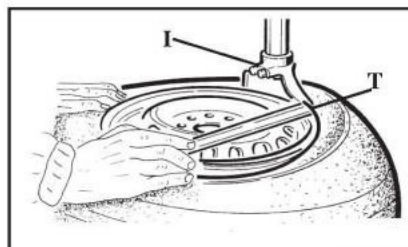

Рис.10
- Опускайте штангу (M) пока демонтажная головка не приблизится к закраине обода. Зафиксируйте это положение с помощью ручки блокировки (K). При этом штанга блокируется в фиксированном положении, а демонтажная головка приподнимается автоматически на 2 мм от закраины обода.
- С помощью монтировки (Т), которую необходимо вставить через передний конец демонтажной головки (I) и под верхний борт шины. Установите верхний борт шины над монтажной головкой (см. рис. 10).
Примечание: По прошествии первых 20 дней эксплуатации, подтяните кулачки с помощью крепежных болтов ползунов поворотного стола. (Рис. 10)